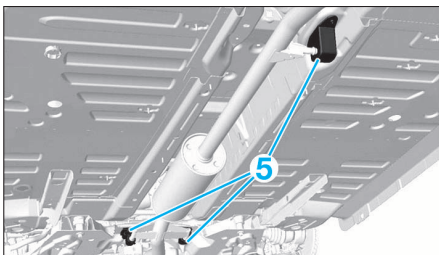

FIG. 12
- Déposer les éléments de suspension de l'échappement (5) (Fig.12).